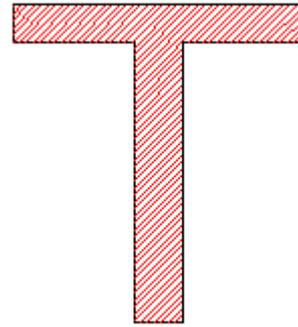

Figura 3-6 Grados
**Ángulo:** Ángulo de sombreado representa los ángulos entre las líneas de sombreado y el eje X, y la Figura 3-6 es la característica cuando el ángulo es de 45 grados.